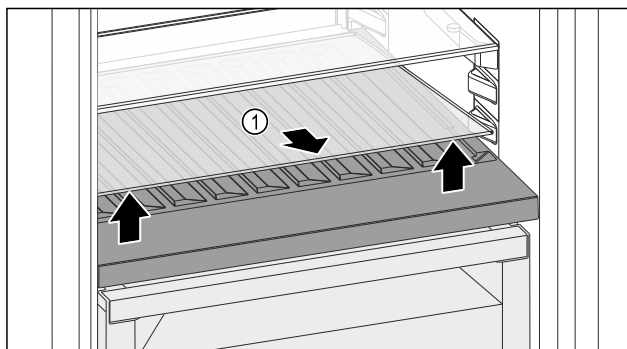

Fig. 96
- ▶ Podnieść płytę szklaną Fig. 96 (1) z przodu przy zagłębieniu i wyciągnąć.
- ▶ Przechować płytę szklaną Fig. 96 (1) w bezpiecznym miejscu poza urządzeniem.